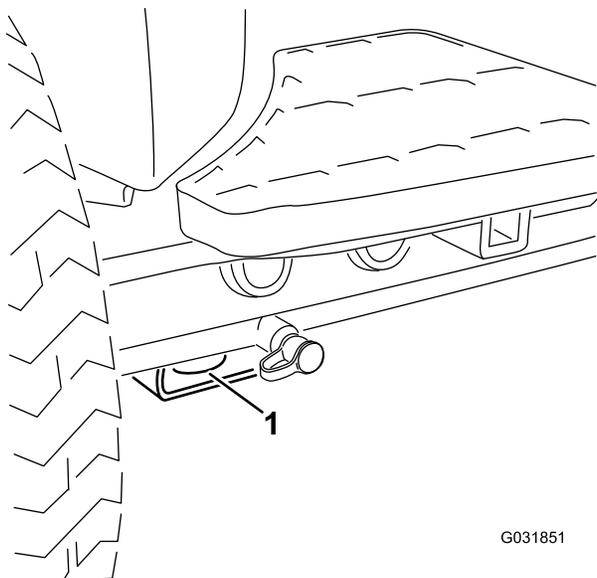

Рисунок 70
- В передней части – используйте отверстие в прямоугольной подкладке под трубой моста внутри каждого переднего колеса (Рисунок 70)